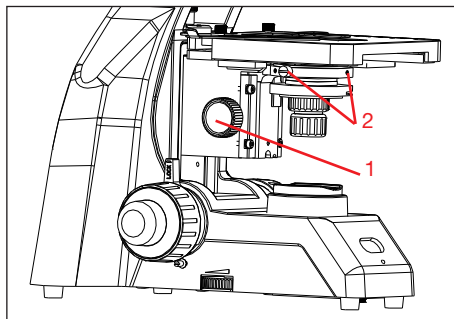

fig. 16
**Ajustar el condensador (fig. 16)**